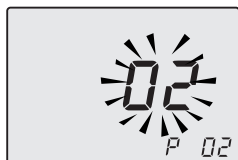

Figura 9.18
- Premere il tasto 17 per passare al parametro **P02** e visualizzare il relativo valore impostato: **02** = controllo combustione GARC (Figura 9.18).